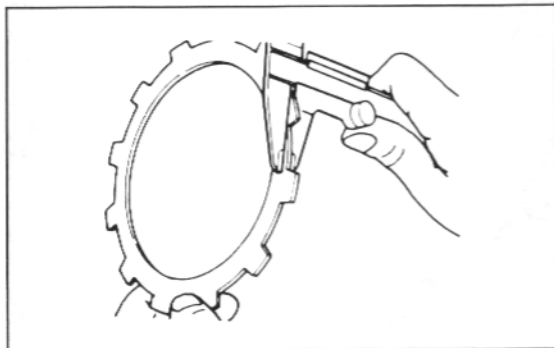

Bild 103
- Stahlscheiben auf Richtplatte mit Fühlerlehre auf Verzug prüfen, siehe Bild 103. Verschleissgrenze: 0,10 mm.